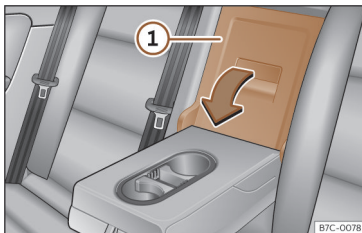

Fig. 115 En el respaldo del asiento trasero: apertura de la trampilla.
- Tire de la palanca de desbloqueo en el sentido de la flecha y abata completamente la tapa de la trampilla»» fig. 115 ① hacia delante.